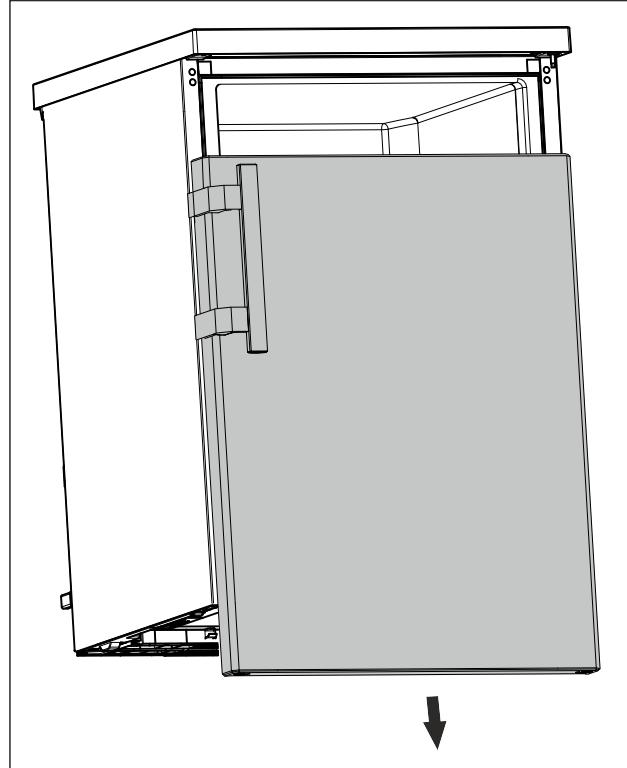

Fig. 17
- Зніміть дверцята в напрямку вниз. (див. Fig. 17)